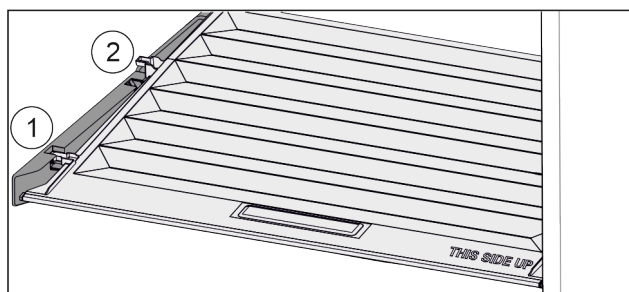

Fig. 36
- ▶ Vytáhněte víko dopředu až k otvoru v přídržných dílech Fig. 36 (1).
- ▶ Vzadu zesopu nadzvedněte a vyjměte směrem nahoru Fig. 36 (2).